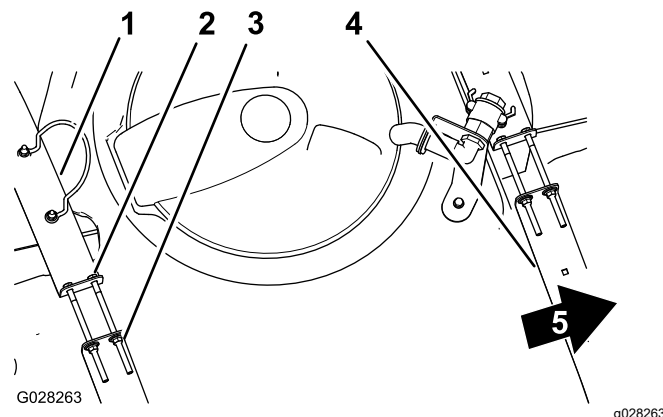

Figura 31
3. Si los flejes tienen holgura, apriete las contratruercas con arandela prensada y los pernos del extremo superior de los flejes hasta que los flejes queden apretados contra la superficie del depósito (Figura 31).
2. Compruebe si hay holgura entre los flejes y el depósito (Figura 31).